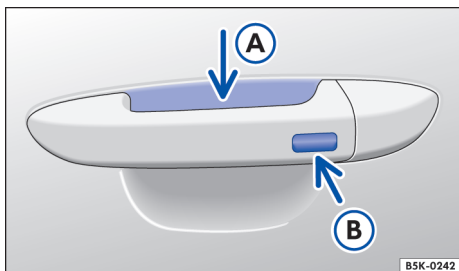

Fig. 72 Na maçaneta da porta: superfícies dos sensores
- Tocar o sensor → Fig. 72 (A) na parte interna da maçaneta da porta do condutor ou da porta do passageiro.
- Tocar o sensor → Fig. 72 (B) na parte externa da maçaneta da porta do condutor ou da porta do passageiro.
- Adicionalmente tocar o sensor no lado externo da maçaneta da porta uma vez dentro de cinco segundos → Fig. 72 (B). Com isso, não tocar na maçaneta da porta.
- Manter o dedo por alguns segundos sobre a superfície do sensor da maçaneta da porta do condutor ou do passageiro dianteiro → Fig. 72 (B), até que o vidro ou o teto de vidro estejam fechados.